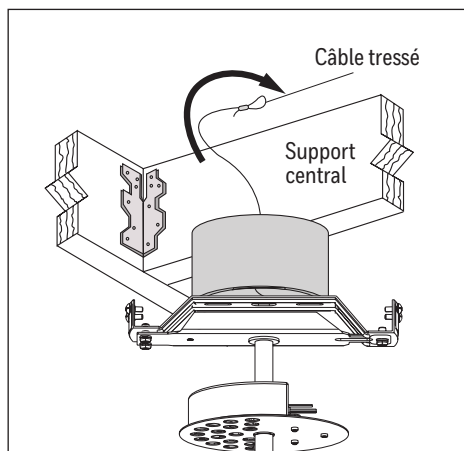

Figure 3.1
1. Faites passer la boucle du câble tressé préassemblé à l'ensemble moteur à travers la boîte de sortie fixée au plafond (Figure 3.1).